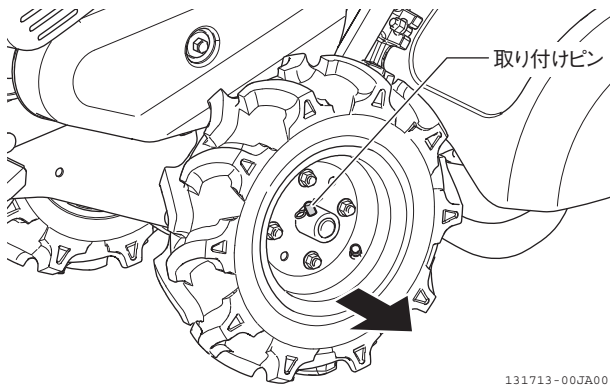

図 4-22 取り付けピン
2. 左のタイヤの取り付けピンを外して、タイヤを外側にずらします。(図 4-22)